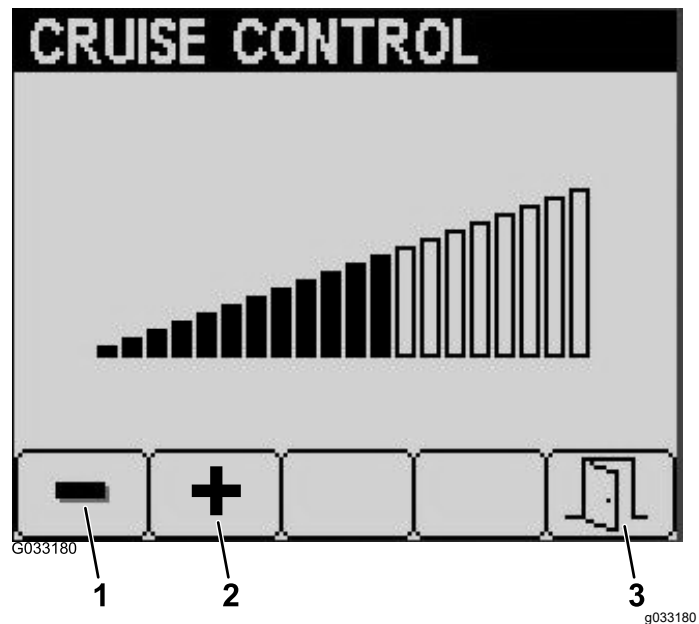

図 21
4. クルーズコントロール画面で、ボタン1を押すと速度現象、2を押すと速度増加となる  図 21。
5. 設定が終わったらボタン 5 を押して終了する ( 図 21)。